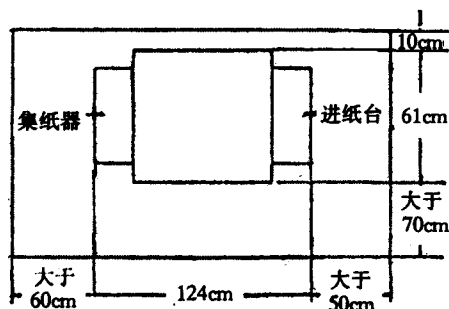

图 2-1 安装时的空间示意图
(1) 选择适当的安装空间,其大小应能提供安放数码速印机所必需的空间。其中应包括装上进纸台和集纸器及打开前门面板的尺寸。图 2-1 为安装时所需的空间示意图。